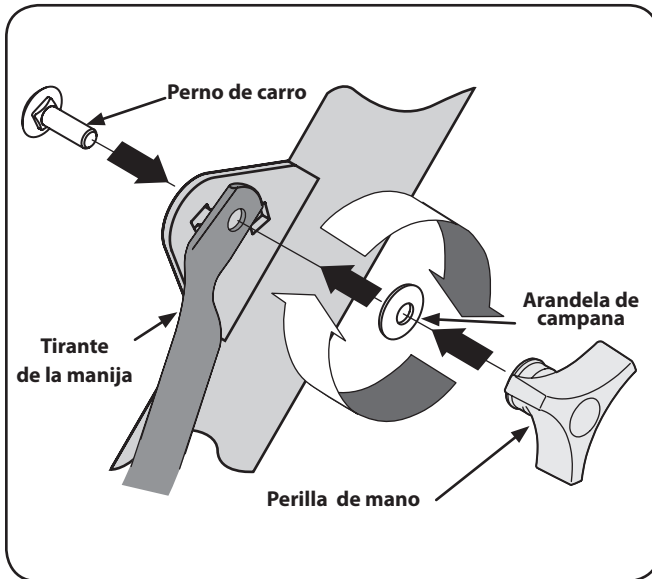

Figura 3-4
7. Asegure el perno después de ajustar la traba de la manija. Consulte la Figura 3-4.
9. Inserte el perno de carro a través del soporte soldado de la manija, la arandela campana, la traba de la manija, y dentro de la perilla de mano. Consulte la Figura 3-4.
10. Seleccione una de las tres posiciones para la altura de la manija (tres muescas en la ménsula soldada de la manija), y ajuste la perilla de mano para fijar la manija en la posición deseada. Consulte la Figura 3-4. Regrese a la manija inferior y ajuste el perno hexagonal firmemente.